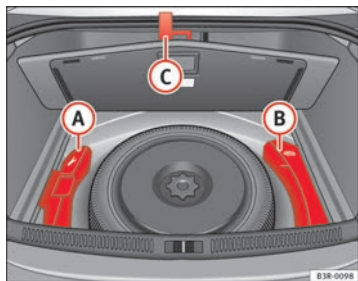

Fig. 180 Boîte à outils et cric
L'outillage de bord (A) et le cric (B) ⇒ fig. 180 se trouvent sous le couvercle de plancher du coffre à bagages.
- Accrochez la poignée (C) au niveau du joint du coffre à bagages.